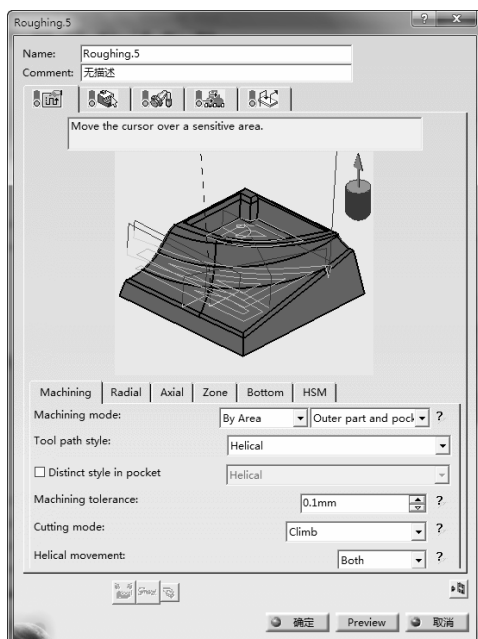

图 2-34 刀具路径参数选项卡
例如单击 “Roughing.x” 对话框中的 , 切换到刀具路径参数选项卡, 包括 “Machining”、“Radial”、“Axial”、“Zone”、“Bottom” 和 “HSM” 选项, 如图 2-34 所示。
1) “Machining”选项卡。“Machining”选项如图 2-34 所示。该选项相关参数如下：